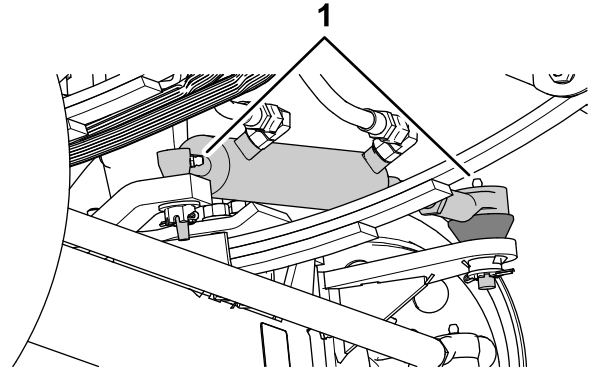
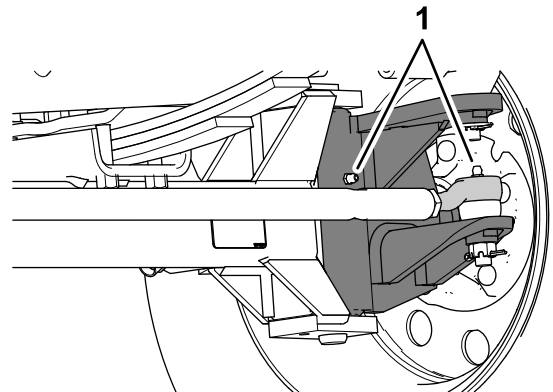

Bild 68
Bild 69
1. Wischen Sie die Schmiernippel mit einem sauberen Lappen ab (Bild 68 und Bild 69).
2. Pressen Sie Fett in die Schmiernippel (Bild 68 und Bild 69).
Hinweis: Die Positionen der Schmiernippel sind in Bild 68 abgebildet.